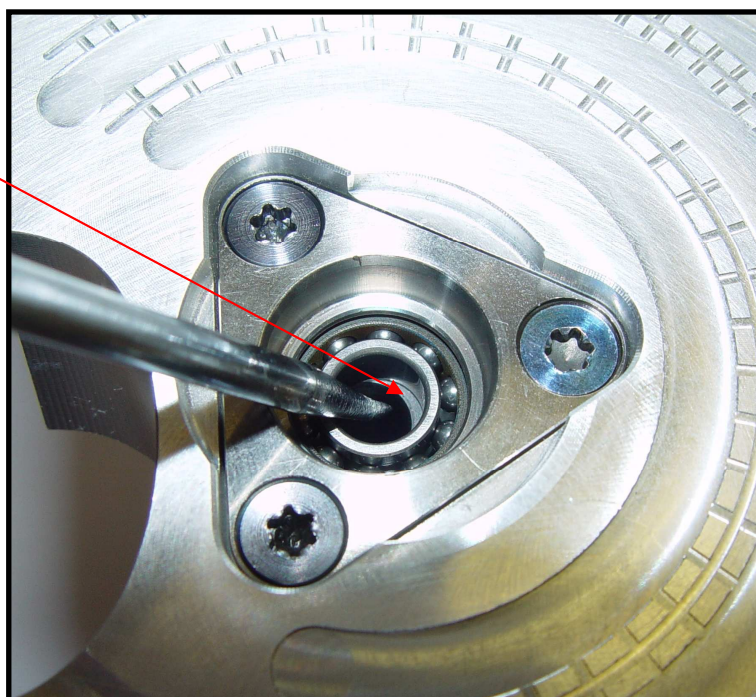

Fig. 20
6.2) Montare la piastrina blocca cuscinetto (senza montare su questa il paraolio) e portare le viti di bloccaggio a contatto della piastrina senza serrarle . (**Fig. 19**) Verificare che il distanziale tra cuscinetti sia libero. (**Fig. 20**). Nel caso il distanziale tenda a forzare aumentare lo spessore del rasamento. Serrare quindi le tre viti della piastrina e ricontrollare che il distanziale sia libero.